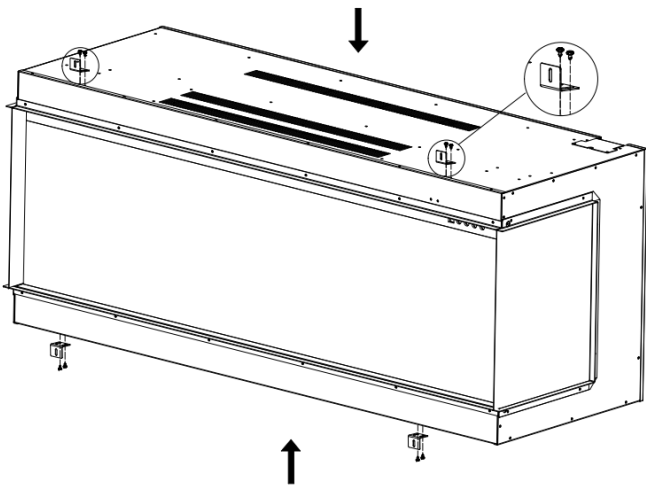

Fig.3-2
5. Fastgør de L-formede beslag (I) med skruerne i det foregående trin. Fig.3-2